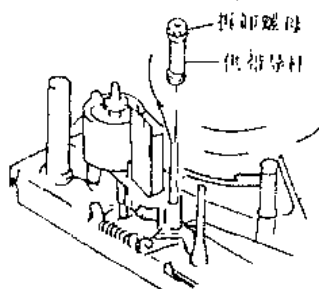
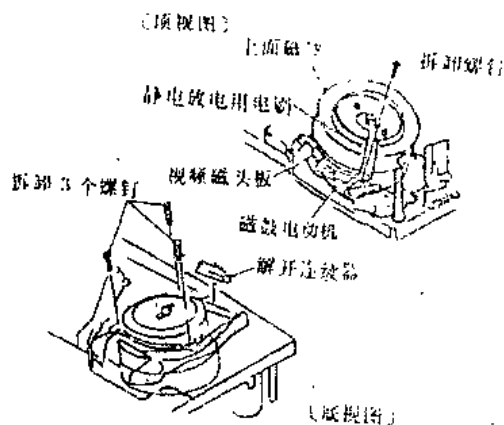

图 1-34
图 1-35
(13) 拆卸供带导杆
步骤：①将供带导杆的固定用螺母拧松，如图 1-34 所示。
②拉出供带导杆。
(14) 拆卸取带导杆
步骤：①将取带导杆的固定用螺母拧松，如图 1-35 所示。
②拉出取带导杆。
(15) 拆卸导带滚轮